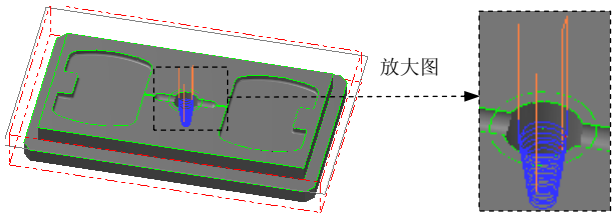

图 20.32 刀具路径
(4) 设置冷却方式。在 **参数** 选项卡中单击 **Coolant...** 按钮，系统弹出“Coolant...”对话框，在 **Flood**（切削液）下拉列表中选择 **On** 选项。单击该对话框中的 **✓** 按钮，关闭“Coolant...”对话框。
Step10. 单击“曲面粗加工等高外形”对话框中的 **✓** 按钮，完成加工参数的设置，此时系统将自动生成图 20.32 所示的刀具路径。